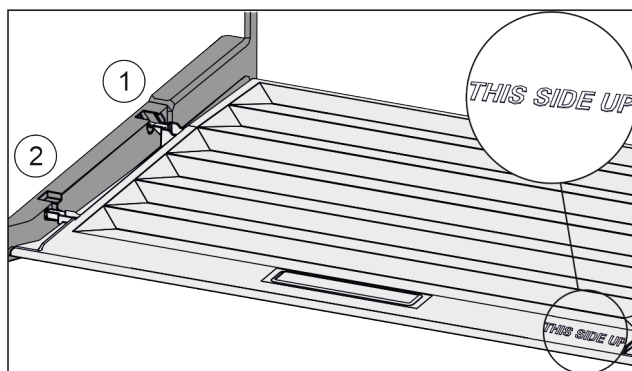

Fig. 114
- ▶ 从后部固定支架 Fig. 114 (1) 开口导入桥形接片并卡入固定支架 Fig. 114 (2) 的前端。